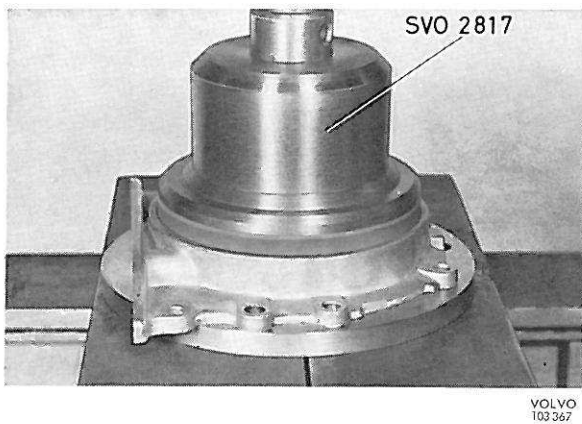
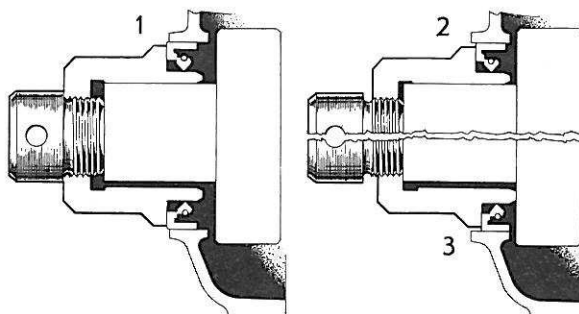

Figure 47. Montage du joint d'étanchéité (caoutchouc)
Figure 51. Position de broche centrale de l'outil 2816 et de l'outil 2817
2. Enfoncer la bague d'étanchéité avec l'outil 2817 voir figure 47. Remarque: Commencer par vérifier la surface de frottement du vilebrequin. La bague d'étanchéité peut être montée dans trois positions différentes avec l'outil 2817, voir figure 51. Avec un vilebrequin neuf ou à surface de frottement sans remarque, monter la bague d'étanchéité dans sa position extérieure (vis centrale entièrement vissée). S'il porte des marques d'usure, le vilebrequin doit être monté
Remarque: Commencer par bien vérifier la surface de frottement du moyeu "polygon". La bague d'étanchéité peut être montée avec l'outil 2816 dans trois positions. Avec une tête "polygon" neuve, la vis centrale de l'outil doit être entièrement serrée, voir figure 51. La bague d'étanchéité est alors montée dans sa position extérieure (position 1). Avec une marque d'usure sur la tête "polygon", la bague d'étanchéité doit être montée en position 2 (vis centrale desserrée de 1 1/4 tour). Avec deux marques d'usure, cette bague d'étanchéité doit être montée en position 3 (vis centrale entièrement desserrée). Avec trois marques d'usure la tête "polygon" doit être remplacée.